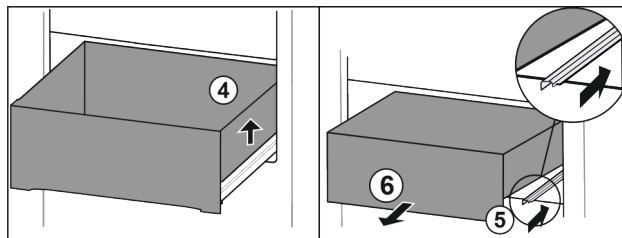

Fig. 114
- Sollevare il cassetto a destra. Fig. 114 (4)
- Inserire la guida destra. Fig. 114 (5)
- Rimuovere il cassetto tirandolo in avanti. Fig. 114 (6)